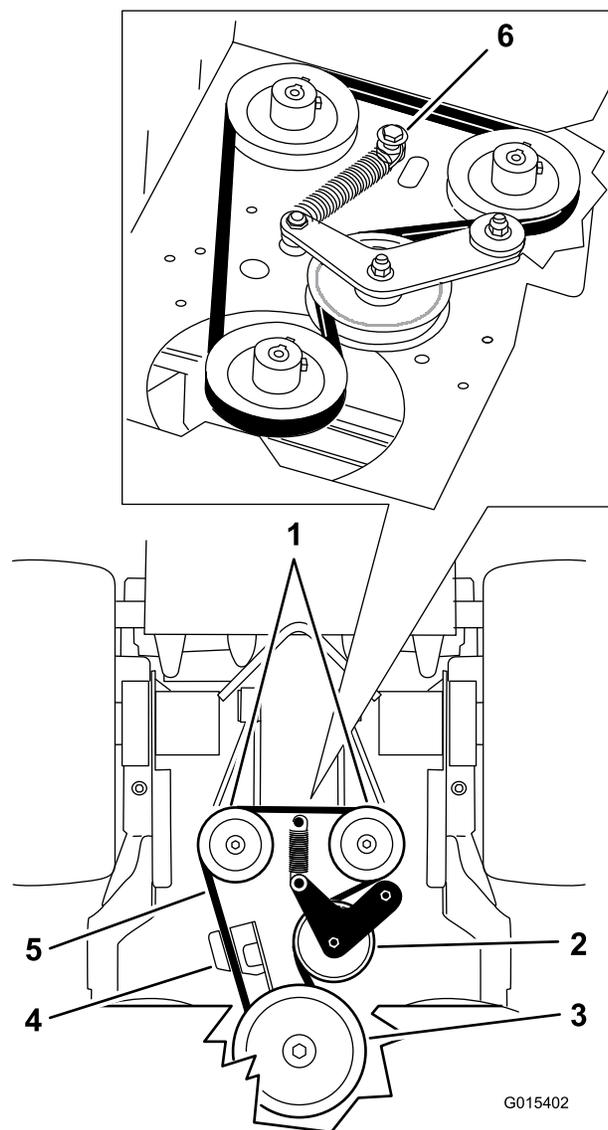

Рисунок 66
5. Снимите ступенчатый болт, гайку и шайбу с деки двигателя и подсоединенной пружины (Рисунок 66).
6. Снимите ремень привода насоса (Рисунок 66).
8. Установите пружину на ступенчатый болт с шайбой и подсоедините ее к деке двигателя гайкой (Рисунок 66).